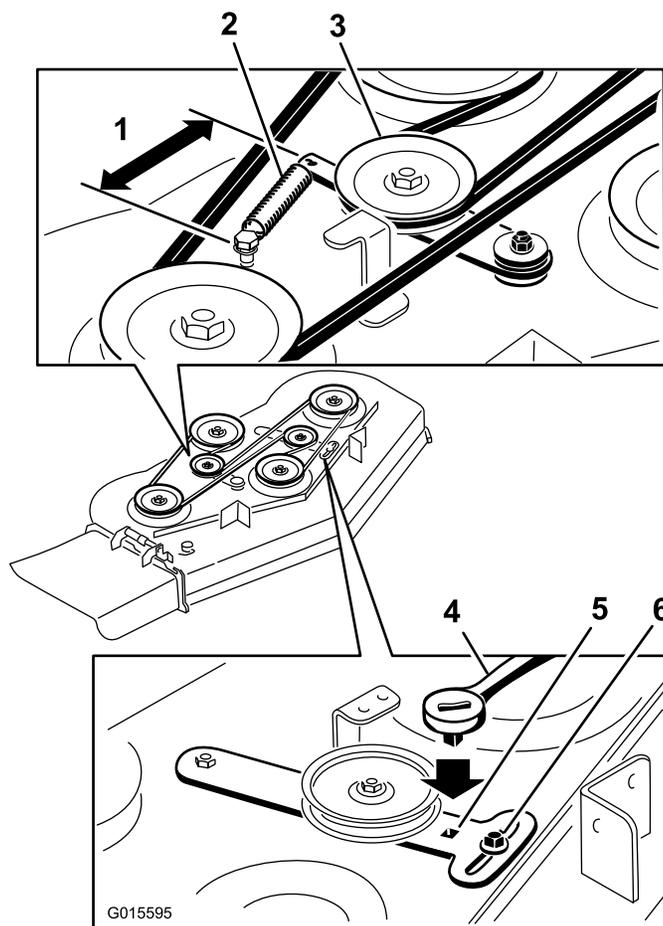

Figura 67
5. Retire la correa usada del cortacésped (Figura 67).
6. Instale la correa nueva del cortacésped alrededor de las poleas de la carcasa y la polea del embrague (Figura 67).
7. Utilizando la llave de carraca en el brazo tensor, apriete la polea tensora hasta que el muelle se extienda a una longitud de 6,5 pulgadas (165 mm) de un gancho a otro (Figura 67).